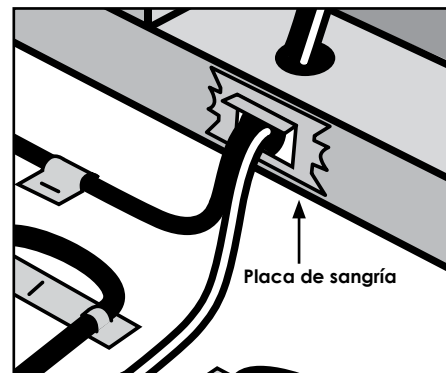

Figura 1
- Instale la placa de protección como se muestra en la Figura 1.